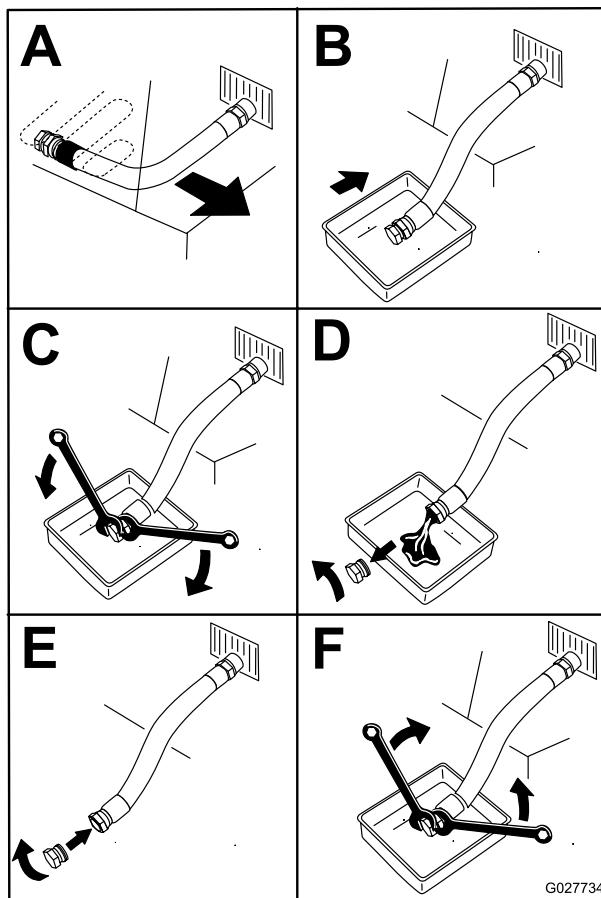

Figure 50
- Vidangez l'huile moteur (Figure 50).